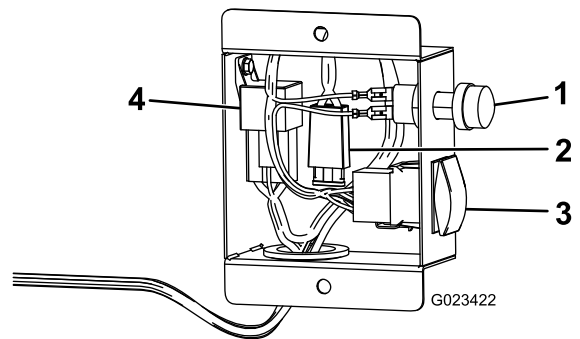

図4
2. ワイヤハーネスを下にたどって、ハーネスを、散布率調整スイッチ、ホースリールボタン、および電源リレーに接続する図4。